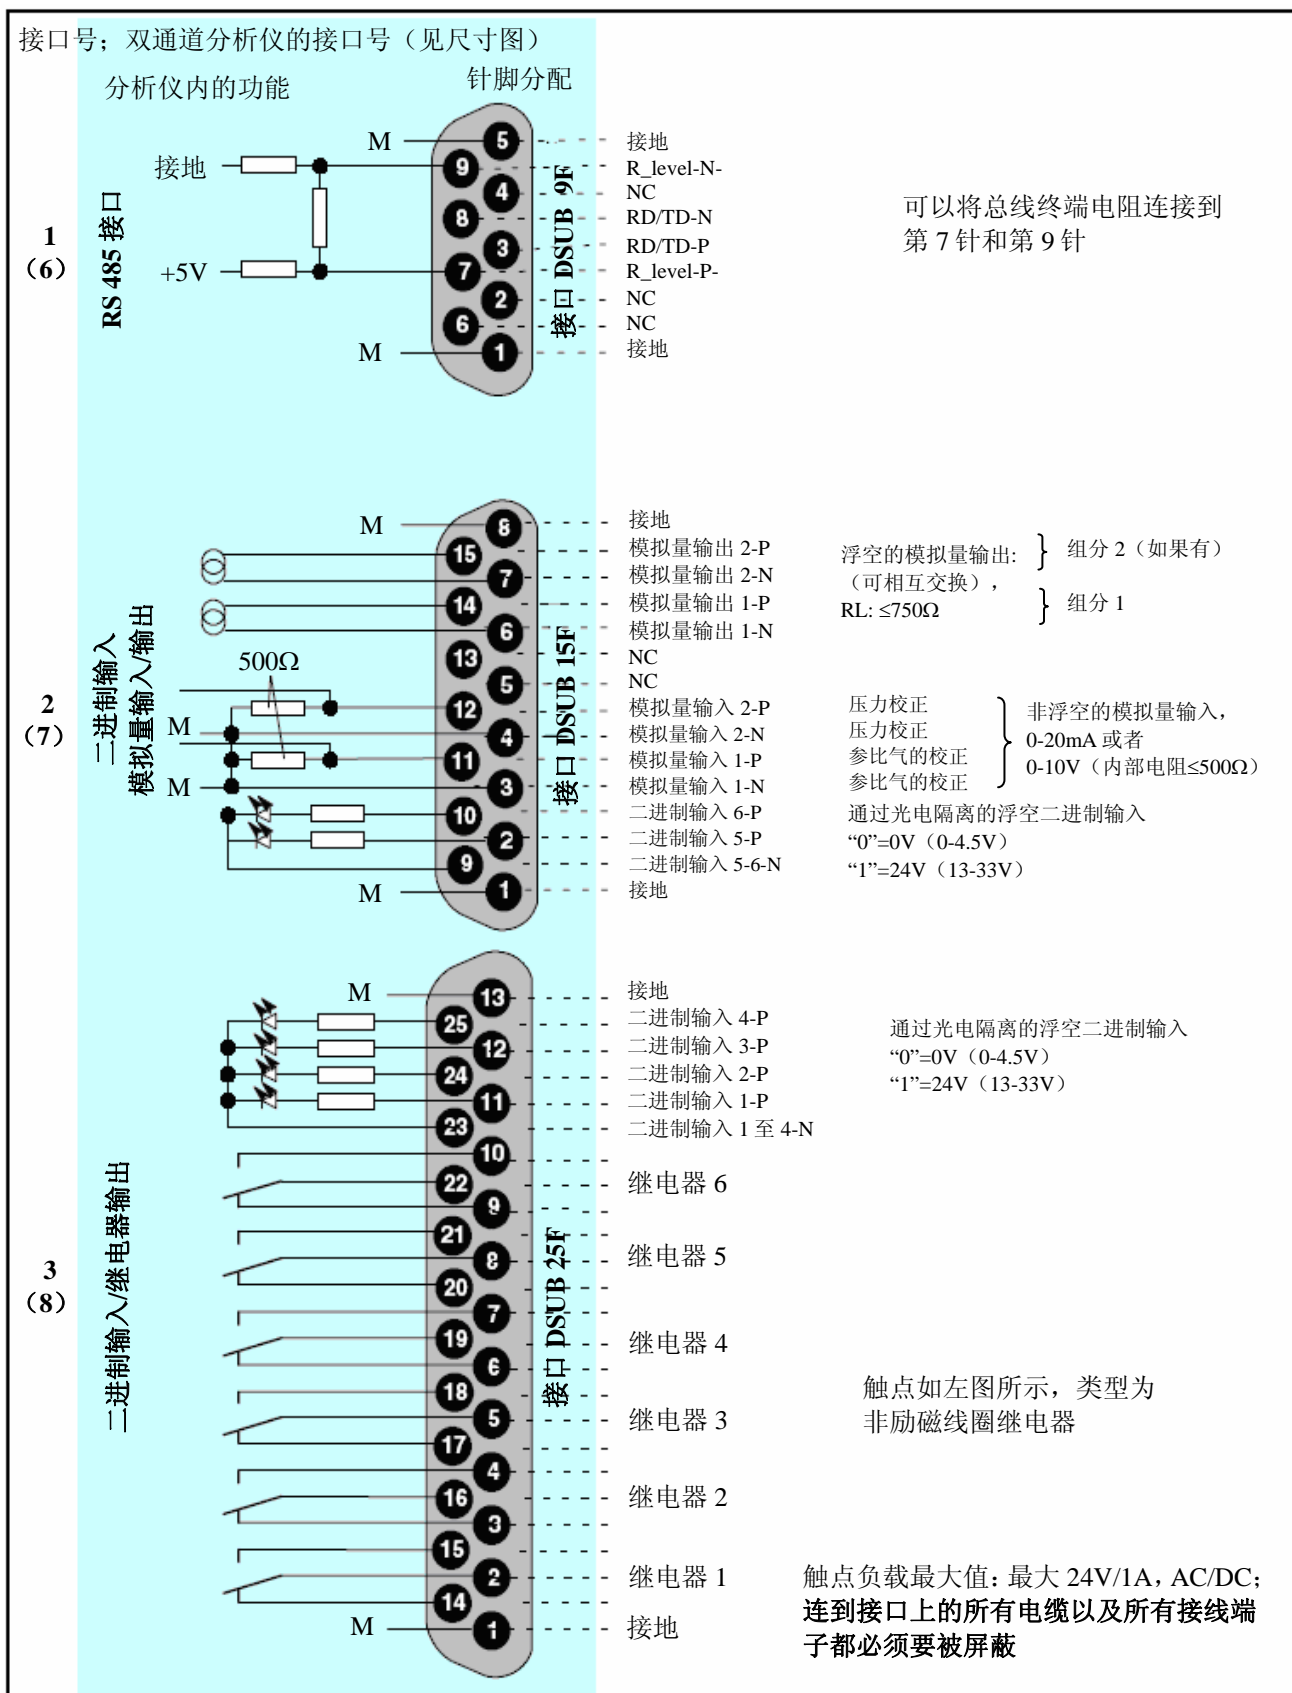

图 2-15 ULTRAMAT/OXYMAT 6E 的针脚分配
- 必须要将继电器输出、二进制输入、模拟量输入和输出的电缆屏蔽。它们必须要根据针脚分配图（图 2-15 和 2-16）的要求和相对应的梯形插头（D-SUB 插头）连接。导线的横截面积应该  $\geq 0.5 \text{ mm}^2$ 。推荐使用 JE-LiYCY ... BD 型电缆。根据负载的大小来决定模拟量输出的电缆长度。